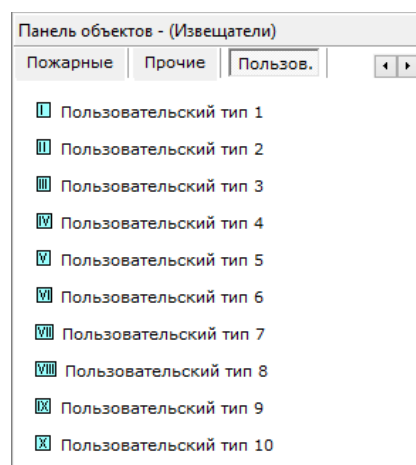

Рисунок 6-488 Панель объектов - Извещатели вкладки "Пользов."
- Пользов. (см. Рисунок 6-488).